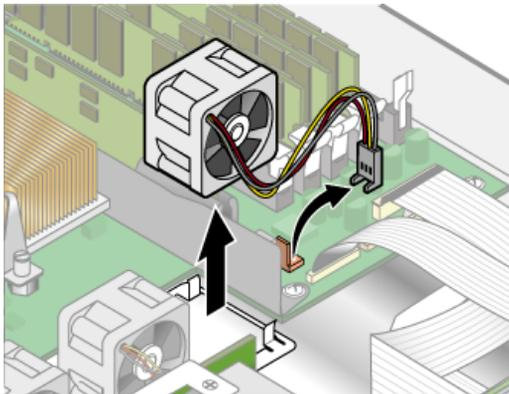

FIGURE 3-22 Retrait des ventilateurs de refroidissement (ventilateur du processeur sur l'image)
4. Déconnectez le connecteur d'alimentation du ventilateur de la carte mère (voir FIGURE 3-22)